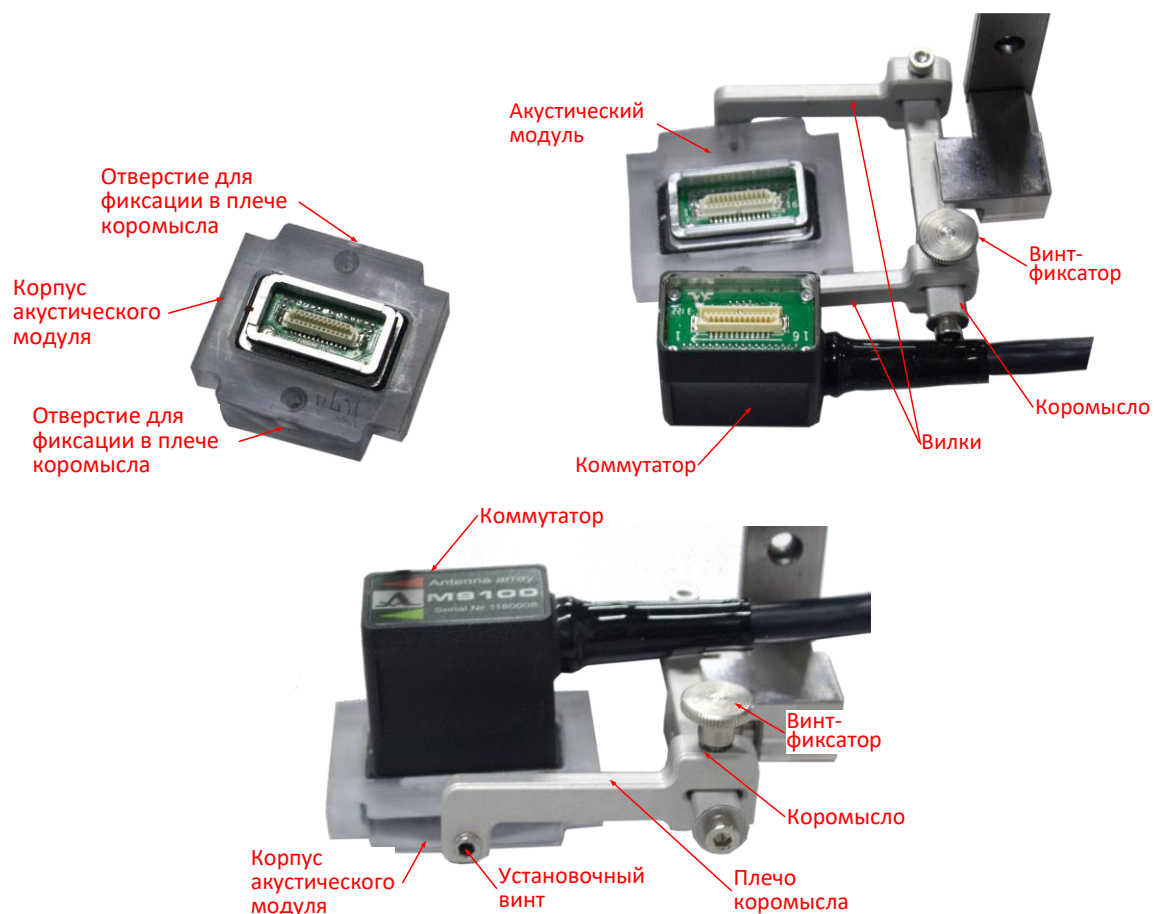

Рисунок 2
2.2.1.3 Разведя вилки в стороны установить акустический модуль в коромысло, совместив отверстия в корпусе акустического модуля с установочными винтами в вилках (рисунок 2).